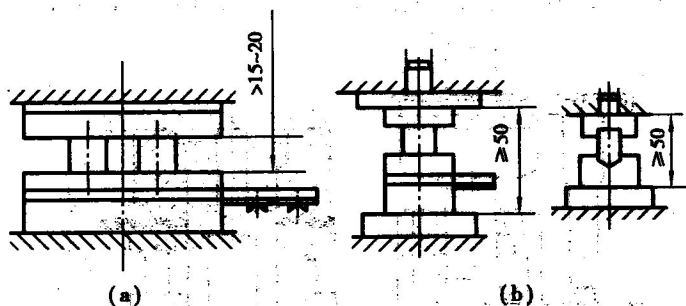

图 1.3
(5) 为避免压手,斜料板与凸模固定板之间应有足够的间隙,一般不小于 15 ~ 20 毫米,如图 1.3(a) 所示。
平面,或压力机滑块底平面的最小间距应不小于 50 毫米,如图 1.3(b)所示。